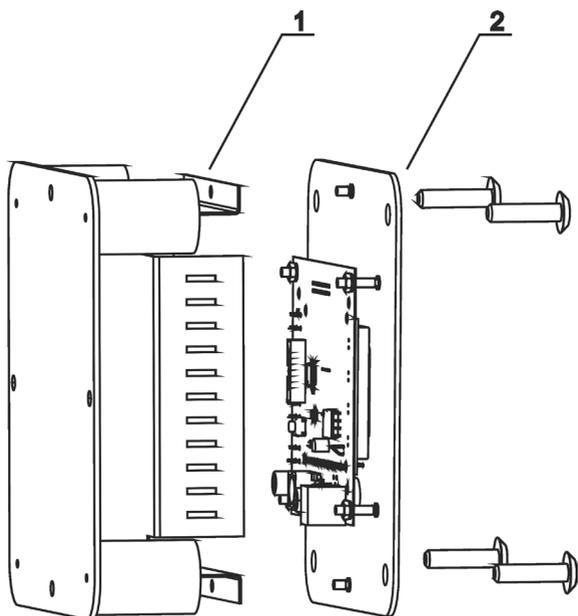

Рисунок 9. Панель управления Comfort AIR+
- Сдвинуть крышку платы панели (рис.9, поз.1)